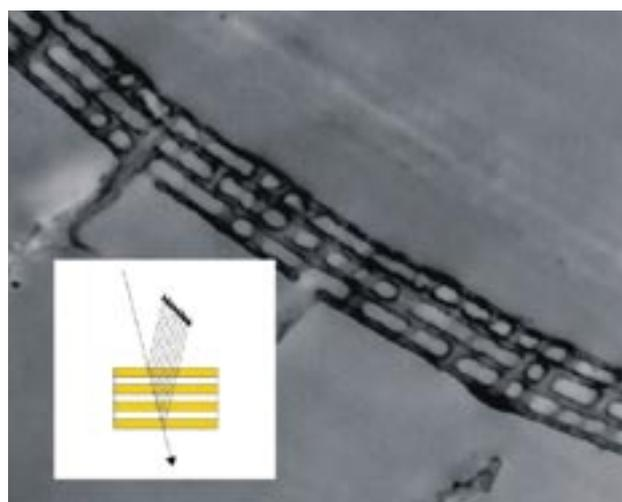

Abbildung 2
- Bei einem beschichtetem Glas ist jedoch gar kein „Farbstoff“ vorhanden. Es wird nur eine Schicht (tatsächlich eine hochkomplexe Abfolge diverser hauchdünner Schichten) aufgetragen, die bestimmte Wellenlängen des sichtbaren Lichtes reflektieren. Derartiges kennt man von einem Ölfilm auf einer Wasserpfütze: Öl kann einen leuchtend buntschimmernden Film hervorbringen, auch wenn das Öl selbst rein und völlig farblos sein sollte. Lichtstrahlen, die auf diesen Film fallen, werden sowohl von der Ölfilmoberseite als auch von der Wasserfläche reflektiert. Welche Wellenlängenbereiche ausgelöscht werden, hängt von der Dicke des Ölfilms ab. Ihre Oberfläche erscheint in Regenbogenfarben, zum einen weil die Dicke des Films unterschiedlich ist, und zum anderen, weil diese Dicke auch davon abhängt, aus welcher Richtung man auf ihn blickt. Ein weiteres Beispiel: Schmetterlingsflügel (Abb. 1), Pfauen- oder Eisvogel-Federn. Auch sie enthalten keine Farbkörper oder Pigmente. Der Beweis ist auch hierbei leicht erbracht: Man braucht nur einmal durch einen Schmetterlingsflügel hindurchzusehen oder ihn zwischen den Fingern zu verreiben und dabei festzustellen, dass er schmutzig gräulich-bräunlich wirkt, von seiner Farbenpracht obendrauf aber nichts mehr zu sehen ist. Die Erklärung: Kleine, flache Luftkammern im Flügel, mit unterschiedlicher Höhe und Abfolge (Abb. 2), wirken ähnlich wie ein dünner Ölfilm und reflektieren die jeweiligen Farbanteile des Sonnenlichtes. Physiker reden dann von den sog. Farben dünner Plättchen oder von Strukturfarben.